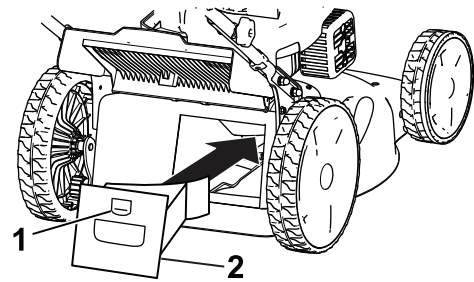

Bild 17
1. Heben Sie die Heckklappe an und halten Sie sie hoch (Bild 17).
2. Setzen Sie den Mulchverschluss in das Gehäuse und verriegeln Sie den Verschluss in der Öffnung im Gehäuse (Bild 17).